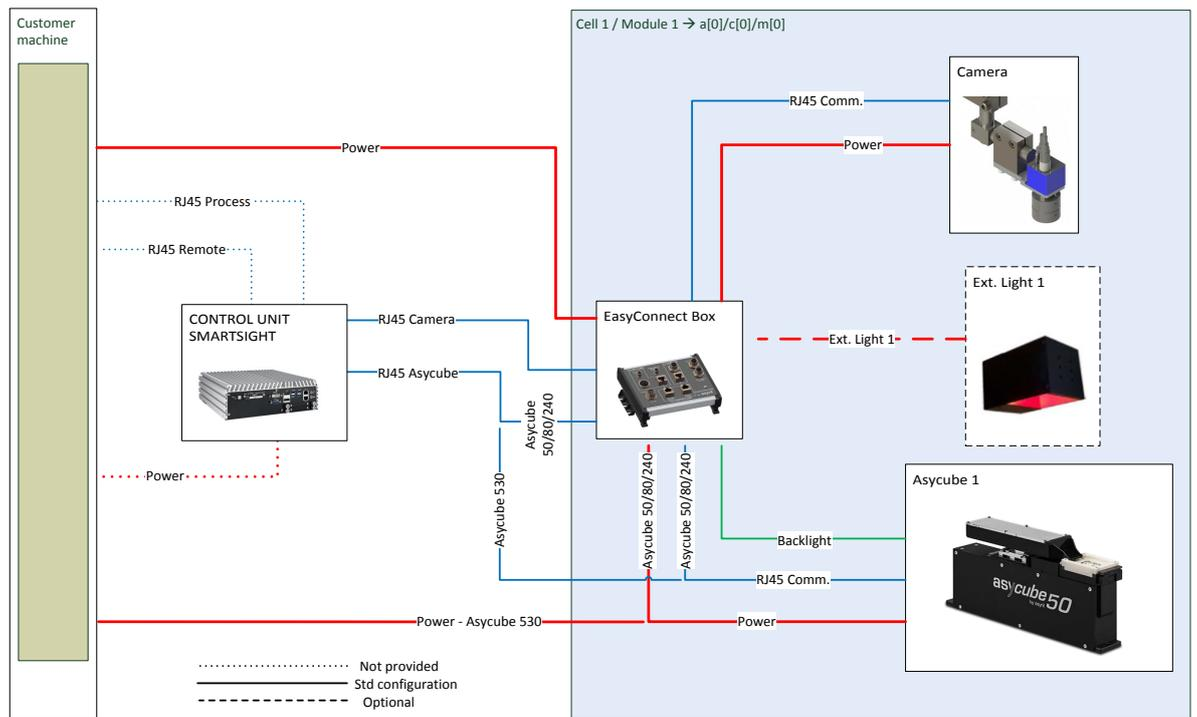

Figure 2-7 : Diagramme général de la configuration de base
- Configuration de base (Figure 2-7)